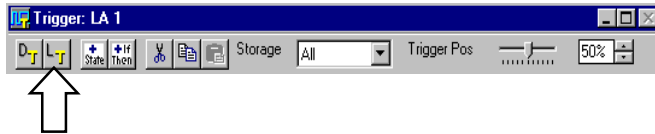

図 G-1 : [Load Trigger] ボタン
1. 図 G-1 で示される [Trigger] ウィンドウのツールバーの [Load Trigger] ボタンを選択します。